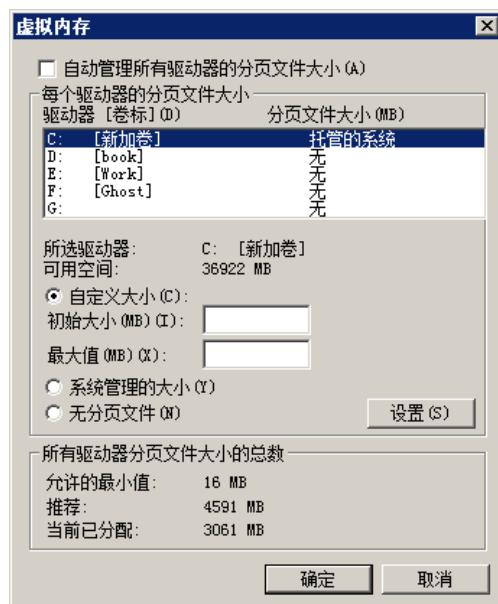

图 2.3.5 “虚拟内存”对话框
Step6. 在该对话框中取消选中**自动管理所有驱动器的分页文件大小(A)**复选框，然后选中**自定义大小(C)**单选项，如图 2.3.5 所示；可在**初始大小(MB)(I):**文本框中输入虚拟内存的最小值，在**最大值(MB)(X):**文本框中输入虚拟内存的最大值。虚拟内存的大小可根据计算机硬盘